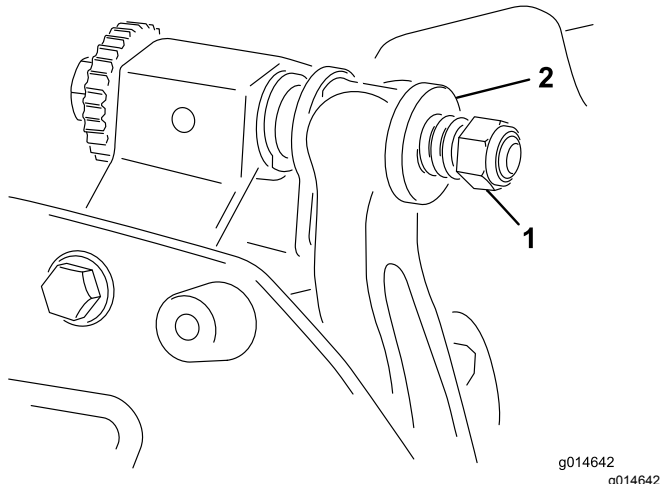

Figure 21
5. Serrez l'écrou de tension du ressort jusqu'à ce que les spires soient jointives, puis desserrez-le de 1/2 tour (Figure 21).